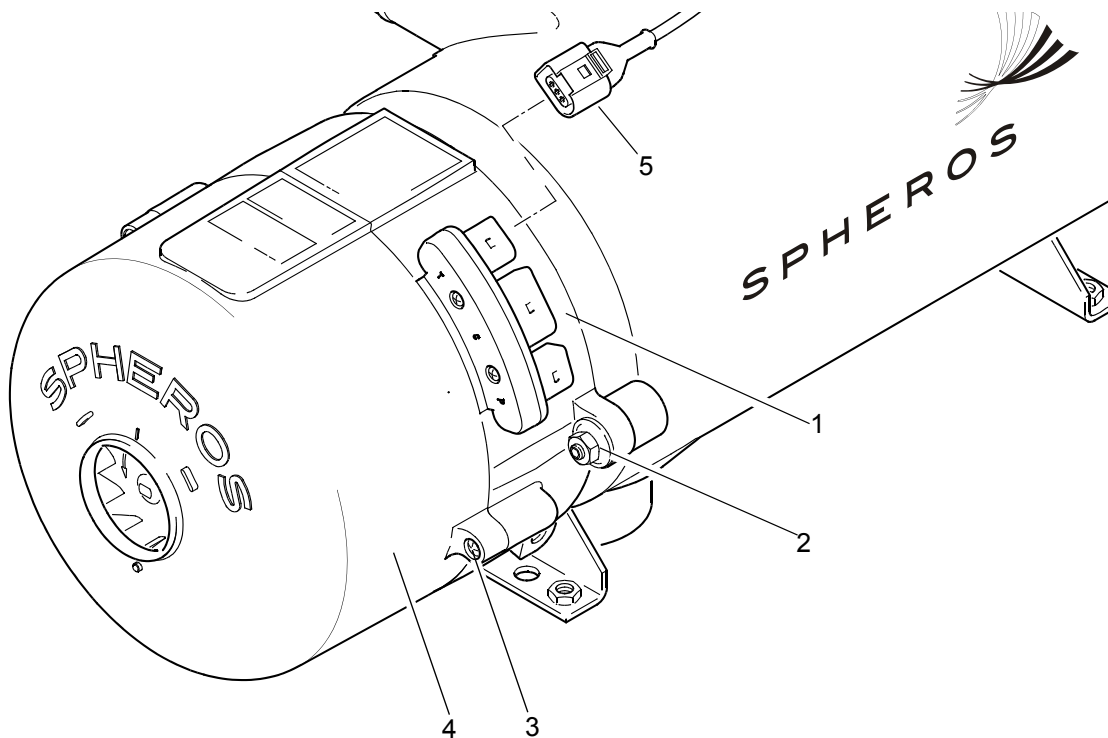
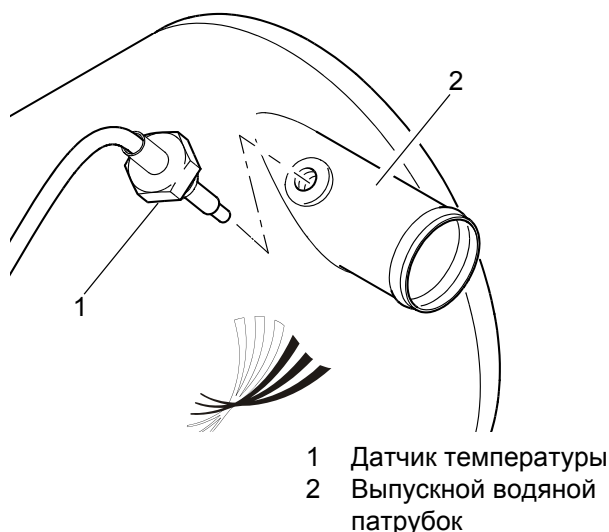

Рис. 801 Снятие и установка головки горелки / колпака
Рис. 802 Демонтаж и установка датчика температуры
2. Отсоединить штекер датчика температуры (5, Рис. 801).
1. Установить горелку (1, Рис. 801) и собрать, при этом обратить внимание на центрирование и корректность посадки.
2. Насадить гайки (2) и закручивать их попеременно без усилия.
3. Затянуть гайки (2) с усилием  $7,5 + 1$  Нм и покрыть фиксирующим лаком.
6. Присоединить штекер датчика температуры (5).
- 2 Гайки (2)
- 3 Винты (2)
3. Вывинтить и удалить датчик температуры (1, Рис. 802). Вытекающую охлаждающую жидкость собрать в поддон.
1. Ввинтить вручную датчик температуры (1, Рис. 802) во выпускной водяной патрубок (2).
2. Затянуть датчик температуры (1) с усилием 8 Нм  $\pm$  0,5 Нм.
3. Присоединить штекер датчика температуры (5, Рис. 801).
2. При необходимости отсоединить штекер датчика температуры (5, Рис. 801).
3. Ослабить винты (3, Рис. 801).
4. Снять колпак (4).
1. Установить колпак (4, Рис. 801) и собрать. При этом обратить внимание на центрирование и корректность посадки, а также уплотнение жгута проводов подогревателей и переходного жгута проводов.
2. Закрепить винты (3) и затянуть с усилием 2 Нм + 0,5 Нм.
3. При необходимости снова присоединить штекер датчика температуры (5, рис. 801).
1. Отсоединить датчик температуры (1, Рис. 802).
7. Вставить муфту (7) на вал двигателя и выполнить предварительное позиционирование.
10. Установить датчик температуры (1, Рис. 802).